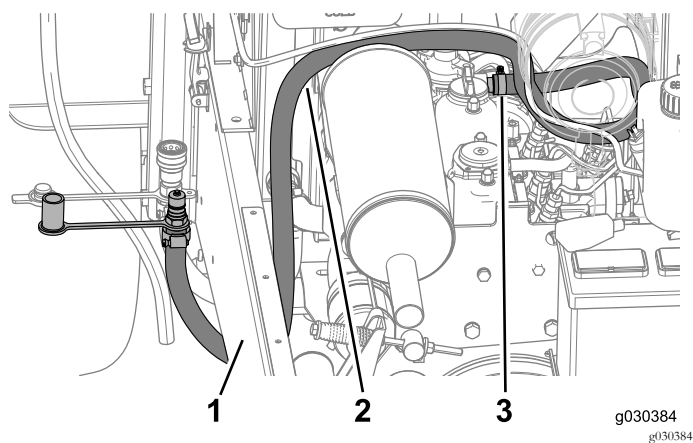

図 35
6. ストレートフィッティングにホースを取り付け、クランプで固定する 図 35。
7. 長いホースを 図 35 のように配置する。